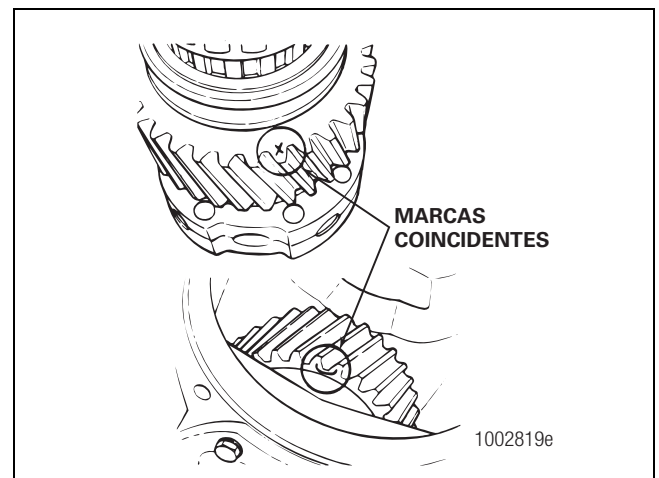

Figura 5.79
4. Verifique que las marcas de alineación pintadas en los dientes de los engranajes helicoidales estén visibles durante la instalación del conjunto del eje impulsor. Figura 5.79.